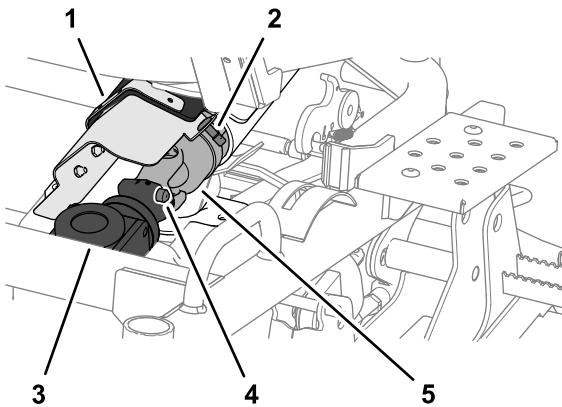

Figura 112
1. Rode o fixador de um quarto de volta e abra a cobertura da junta universal da cobertura da correia (Figura 112).
2. Desligue a extremidade frontal do veio da transmissão da caixa de velocidades da plataforma do cortador pressionando o pino de mola e, em seguida, empurrando a extremidade do veio da transmissão para trás (Figura 112).
1. Alinhe as estriadas da junta universal do veio da transmissão com as estriadas no acoplamento da caixa de velocidades; consulte Figura 112 em Desligar o veio da transmissão da caixa de velocidades da plataforma do cortador (página 75).
2. Pressione o pino de mola e, depois, empurre a extremidade do veio da transmissão para a frente; consulte Figura 112 em Desligar o veio da transmissão da caixa de velocidades da plataforma do cortador (página 75).
3. Solte o pino de mola e verifique se a junta universal do veio da transmissão está bloqueado na caixa de velocidades da plataforma do cortador; consulte Figura 112 em Desligar o veio da transmissão da caixa de velocidades da plataforma do cortador (página 75).
4. Feche a cobertura da junta universal e prenda-a na cobertura da correia com o fixador de quarto de volta; consulte Figura 112 em Desligar o veio da transmissão da caixa de velocidades da plataforma do cortador (página 75).